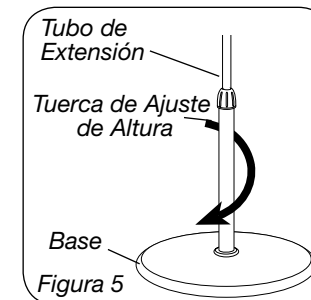

Figura 5
1. Inserte el tubo de diametro mayor en la base con un movimiento giratorio (*Figura 5*). Mientras que inserta el tubo en la base, girelo ejerciendo presion hasta que este tubo quede firmemente asentado en la base.